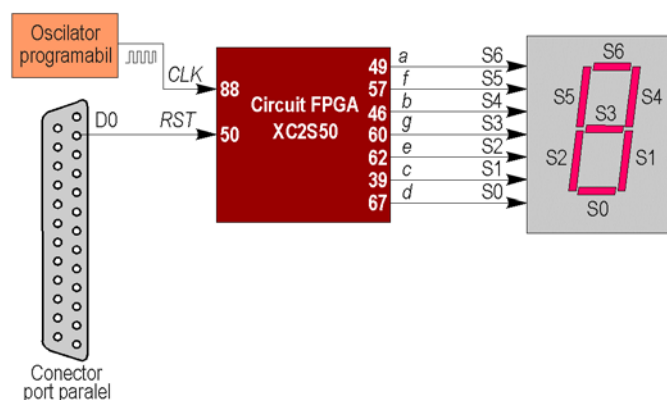

Figura 7.13. Conectarea oscilatorului programabil, a portului paralel și a afișajului cu 7 segmente la pinii circuitului FPGA de pe placa XSA-50.
14. Realizați asignarea pinilor la semnalele de intrare și la cele de ieșire. Figura 7.13 ilustrează schema bloc a întregului circuit și pinii circuitului FPGA la care sunt conectate semnalele necesare.